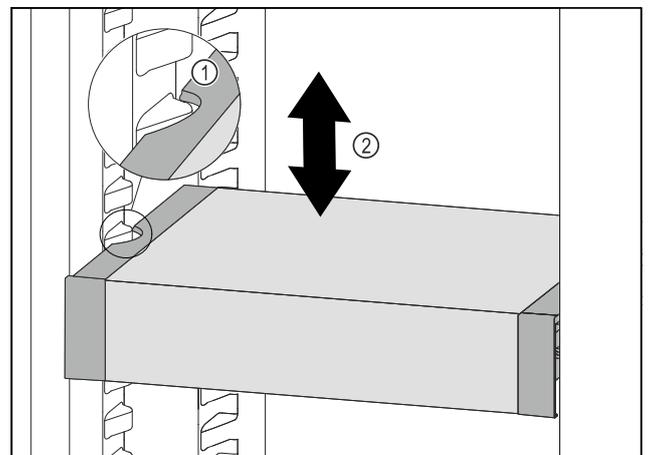

Fig. 87
- Tire del VarioSafe hacia delante hasta que los huecos laterales del VarioSafe se encuentren a la altura de la nervadura del recipiente en el compartimento del frigorífico. Fig. 87 (1)
- ▶ Mueva el VarioSafe hacia arriba o hacia abajo en el compartimento del frigorífico hasta alcanzar la altura deseada. *Fig. 87 (2)*